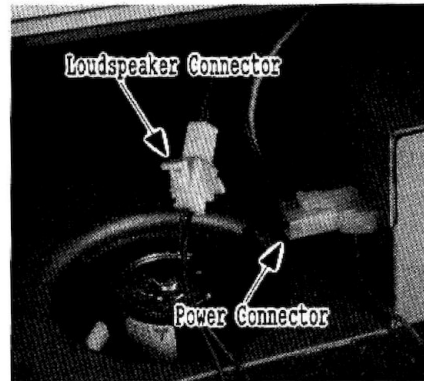

Figura 8
- 9) Piegare la metà inferiore del telaio allontanandola dalla metà superiore posizionando un libro o un supporto simile dello stesso spessore del dissipatore sotto la metà inferiore come mostrato in figura 8.